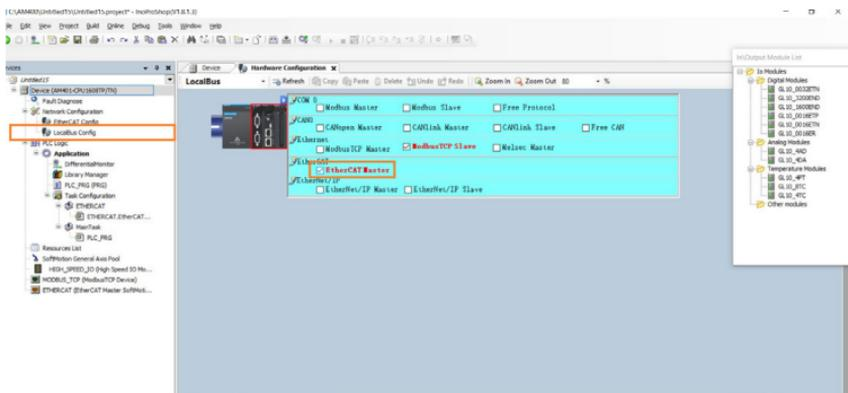

Рисунок 6.5 – Выбор сетевого протокола
4) Далее перейдите в подменю слева «LocalBus Config», нажмите на красный прямоугольник (рис. 6.5) и отметьте галочкой нужный сетевой протокол («Ethernet Master»).